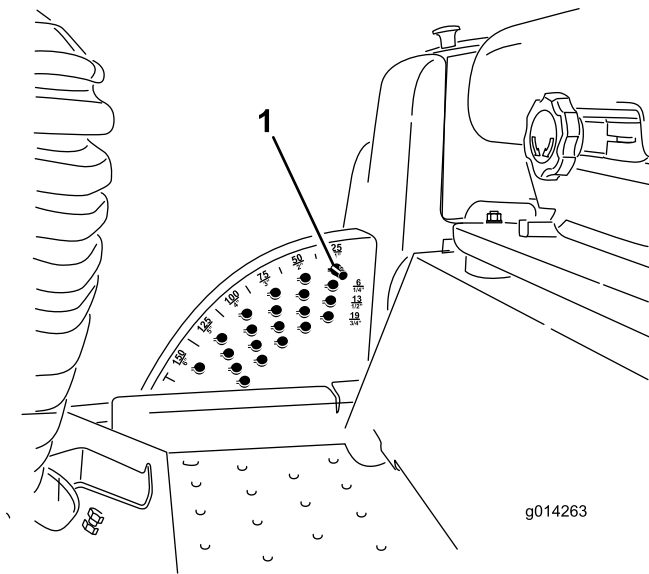

Figura 18
Nota: Para bloquear la carcasa de corte/el accesorio en posición elevada, eleve la carcasa más allá de la posición de 15 cm, retire el pasador de tope de altura de corte (consulte Ajuste de la altura de corte), y ponga el pasador en la posición de altura de corte de 15 cm (Figura 18).
1. Con el motor en marcha, presione hacia atrás el interruptor de elevación de la carcasa hasta que la carcasa del cortacésped esté elevada del todo y **suelte el interruptor inmediatamente** (Figura 18).
2. Para ajustar, gire el pasador hasta que el nervio quede alineado con la ranura del taladro del soporte de altura de corte, y retire el pasador (Figura 18).
3. Seleccione un taladro del soporte de altura de corte que corresponda a la altura de corte deseada, inserte el pasador y gírelo para bloquearlo en esa posición (Figura 18).
Nota: Hay cuatro filas de taladros (Figura 18). La fila superior corresponde a la altura de corte impresa encima del pasador. La segunda fila corresponde a la altura impresa más 6 mm. La tercera fila corresponde a la altura impresa más 12 mm. La fila inferior corresponde a la altura impresa más 18 mm. Para la posición de 15,8 cm hay un solo taladro, situado en la segunda fila. Esta posición no añade 6 mm a la altura de 15,8 cm.